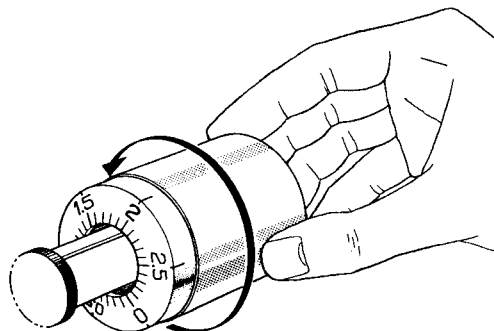

Fig. 9
5. Tournez ensuite le contrepois principal vers la droite jusqu'à ce que l'anneau gradué indique la force d'appui recommandée pour la cellule utilisée. (Fig. 9).
5. Ausgleichsgewicht so lange im Uhrzeigersinn drehen, bis am Stellring die für das verwendete Tonabnehmersystem vorgeschriebene Auflagekraft erscheint. Fig. 9 zeigt eine Einstellung von 2 pond (1 p = 1 Gramm).
5. Draai het contragewicht naar rechts tot de indicatorring de naalddruk aanwijst die voor de gebruikte toonkop wordt aanbevolen. Fig. 9 Instelling op 2 gram.
5. Vrid motvikten till höger tills den numererade ringen pekar på rekommenderat nåltryck för den pick-up som används. (Fig. 9).